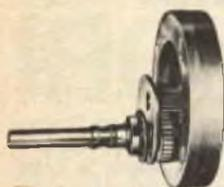

Fig. 1
Si è quindi pensato di modificare il circuito originale per ridurre la vulnerabilità, pur conservando le sue originali caratteristiche di funzionamento con pochi interruttori e semplicità di progetto. Il circuito modificato è riportato nella *fig. 1*.
Il comando a volano acceleratore (fig. 1) è un'unità di comando a corda, destinata alle radio riceventi moderne che hanno la scala di sintonia extra lunga. Quest'unità comprende un volano in lega di zinco di 57 mm di diametro, azionato da ingranaggi moltiplicatori nailon/ottone, a velocità due volte superiore a quella dell'alberino motore. L'unità completa pesa solo 170 g ma ha un effetto inerziale equivalente ad un volano molto più grande e permette così un passaggio rapido lungo la scala.
Il circuito, rappresentato schematicamente nella *fig. 1*, è in apparenza semplice. La sezione più evidente è quella di un multivibratore astabile, formato da Q1 e Q2 e dai loro relativi circuiti di tempo. Non altrettanto evidente è l'oscillatore bloccato, quello che produce il gorgheggio, i cui componenti principali sono Q2, C2 e T2.
Fig. 1 - Questo circuito non è così semplice come sembra. Oltre ad un multivibratore, comprende anche un oscillatore bloccato. Tutti i componenti fanno parte di una delle costanti di tempo e perciò, se si cambia il valore di un componente, si altera il suono ottenuto. Si noti il resistore di smorzamento dell'altoparlante (R8), il quale impedisce che il carico acustico dell'altoparlante stesso possa influire sull'oscillatore.
**Fig. 2** - In questo circuito non ci sono indicazioni dei terminali che possano aiutare a determinarne la funzione. Si tratta di uno stabilizzatore a circuito integrato per alimentatori. Si noti che questo circuito e quello della fig. 1 sono molto complessi e che è una vera perdita di tempo cercare di analizzarli, dal momento che il loro funzionamento è mostrato molto chiaramente nelle figure che seguono.
to calcolato per voi molto prima dai progettisti dei circuiti integrati stessi. L'intero circuito della fig. 1 può essere rappresentato da un blocco come quello riportato nella fig. 3, il quale vi fornisce tutte le informazioni necessarie circa il complicato circuito. L'informazione data nella fig. 3 dice: « Quan-
do certe tensioni (0 o 1) sono presenti sulle entrate J e K e quando un impulso eccitatore viene applicato, il flip-flop può o no cambiare stato a seconda di come sono, una rispetto all'altra, le tensioni J-K o R-S ». Non è molto più semplice che tentare di immaginare che cosa fa in ogni istante ogni transistor della fig. 1? Si consideri il tempo che si risparmia. Rivedete ora la fig. 2 ed il suo blocco equivalente dato nella fig. 4. L'informazione fornita nella fig. 4 dice: « Se il livello della tensione d'entrata è giusto, la tensione d'uscita deve essere quella indicata, altrimenti il circuito integrato è difettoso (senza tenere conto dei componenti separati) ». Naturalmente, in un sistema con molti blocchi, entrano nel quadro alcuni altri fattori, ma l'idea base dei blocchi equivalenti rimane valida.